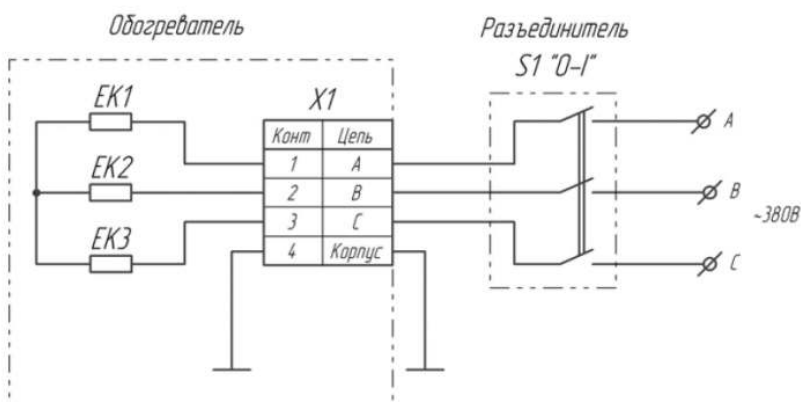

Рис. 3. Схема подключения обогревателя
5.3 Схема подключения обогревателей приведена на рис.3 Приложения.
- подсоединить провода к клеммной колодке обогревателя согласно рис.3 Приложения.